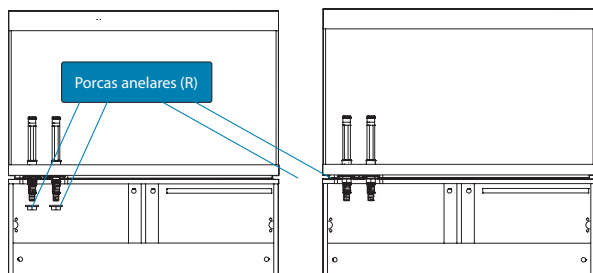

Fig. 3
- Abra o móvel. Enrosque e aperte a porca anelar (R) na extremidade inferior da haste (A) (Fig. 3).
- Insira o bocal de saída (N) numa das extremidades da haste de saída (B).
- Abra o móvel. Enrosque e aperte a porca anelar (R) na extremidade inferior da segunda haste (A) (Fig. 3).